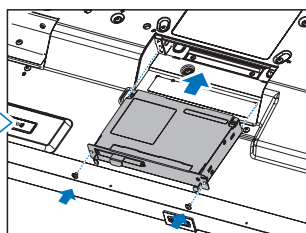

Figura 4
4. Inserire la scheda opzionale nel monitor e fissarla con le viti rimosse (**Figura 4**).